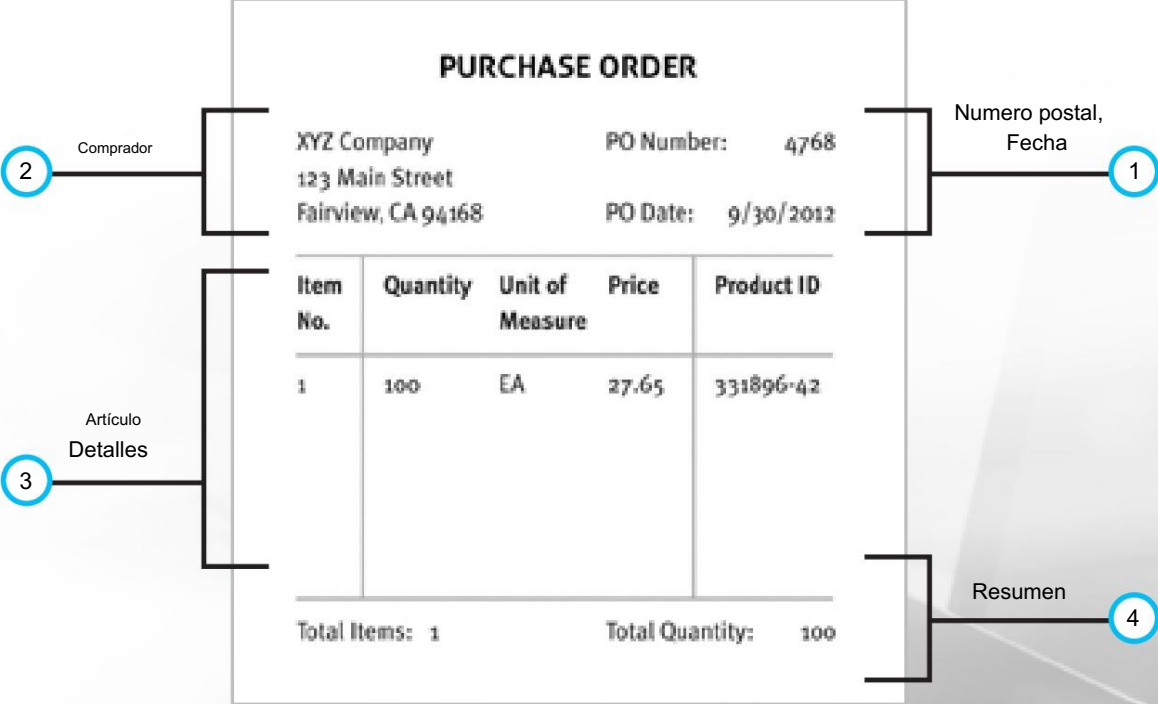

Figura 13: Secciones de orden de compra
Si estuviera completando información en una orden de compra, esperaría ver grupos de datos relacionados. Por ejemplo, vea la Figura 13, que muestra una orden de compra en papel en la que solo se pide un artículo. Tenga en cuenta que hay cuatro secciones, cada una de las cuales proporciona un conjunto diferente de información: En un documento EDI, cada sección se describe mediante uno o más segmentos; cada segmento consta de uno o más elementos de datos. Cada segmento comienza con un identificador de segmento (p. ej., ST, BEG, N1, en ANSI; UNH, BGM, DTM en EDIFACT) que describe el tipo de elementos de datos que siguen. Los elementos de datos dentro de cada segmento están separados por un separador de elementos de datos, como un asterisco (*) o un signo más (+).
(Los números (1) a (4) corresponden a las secciones numeradas en la Figura 13.)